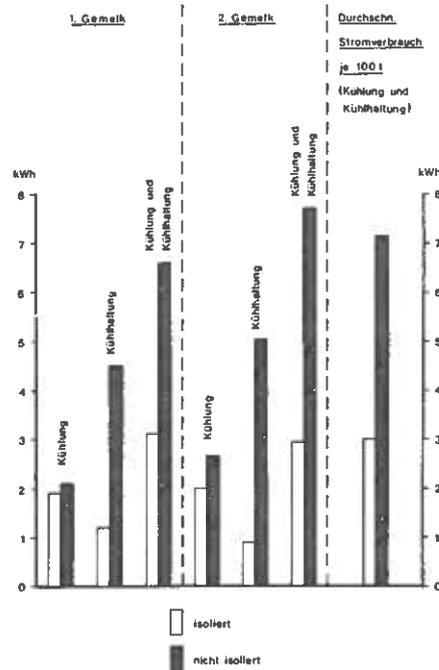

Abb. 15
- gute Isolation (geringe Wärmeinstrahlung) (Abb. 15)